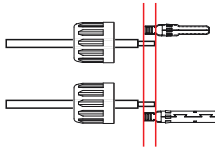

图3.26 将线缆插入端子螺母和金属端子
- 将线缆插入端子螺母和金属端子, 注意线缆插入金属端子的深度 (如图3.26 所示)。